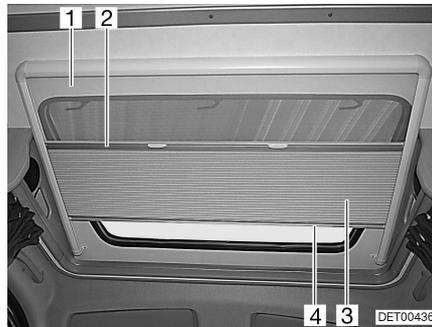

Bild 30 Dachfenster
Die Faltverdunklung (Bild 30,3) ist mit dem Insektenschutz (Bild 30,1) fest verbunden.
- Die Faltverdunklung in der Mitte des Abschluss-Stabes (Bild 30,4) fassen und vorsichtig nach unten ziehen.
- Die Faltverdunklung am Abschluss-Stab (Bild 30,4) langsam zurückführen.
- Den Insektenschutz in der Mitte des Abschluss-Stabes (Bild 30,2) fassen und vorsichtig ganz nach unten ziehen.
- Den Insektenschutz am Abschluss-Stab der Faltverdunklung (Bild 30,4) langsam zurückführen.